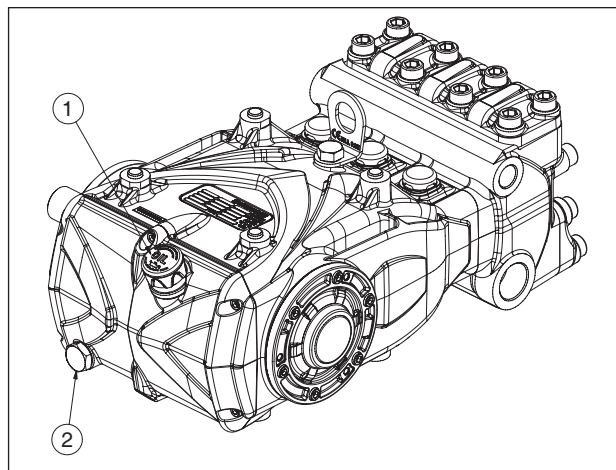

Fig. 3
Verifique o nível de óleo, e se necessário, reabasteça da haste do nível do óleo pos. ①, Fig. 3.
O controle correto do nível do óleo é realizado com a bomba em temperatura ambiente, a troca do óleo é executada com bomba em temperatura de trabalho, removendo: a haste do nível do óleo pos. ① e, em seguida, o tampão pos. ②, Fig. 3. O controle do óleo e a troca são efetuados conforme indicado no capítulo 11.